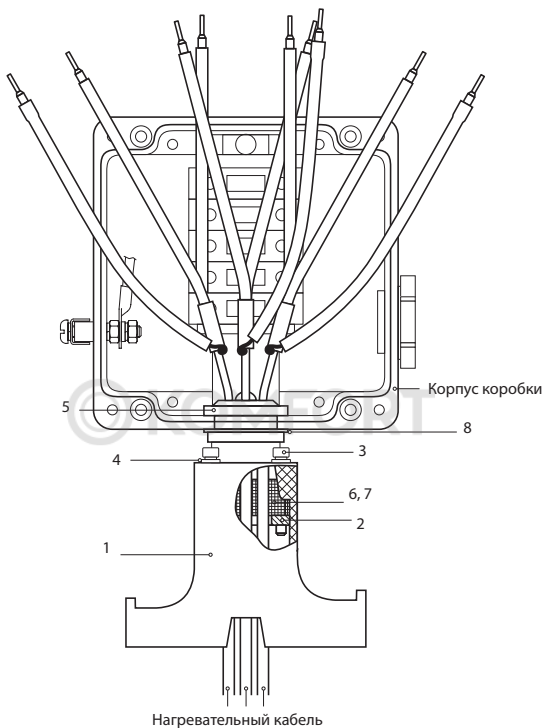

Рис. 1.
**Шаг 2.** Сверху на нагревательные кабели, собранные вместе, наденьте пластину УВК.0012 (поз. 2 на рис. 1) таким образом, чтобы скругленные края внутреннего отверстия пластины были обращены вниз.
**Шаг 3.** Поверх пластины наденьте уплотнение УВК.0015 (красный) (поз. 6 на рис. 1). Если в уплотнение вводится один или два нагревательных кабеля, свободные отверстия в уплотнении закройте заглушками УВК.0016 (красная) (позиция 7 на рис. 1).
**Шаг 4.** Наденьте на нагревательный кабель опору УВК.01.01 (поз. 1 на рис. 1).
**Шаг 6.** Вставьте в опору сверху четыре винта (размер под ключ 4 мм, поз. 3) с шайбами (поз. 4 и 9), как показано на рис. 1, и закрутите их в пластину. Винты закручиваются с помощью ключа-шестигранника.
**Шаг 8.** После того, как на нагревательный кабель будут установлены комплекты заделок, сверху на опору наденьте кольцо прямоугольного сечения (поз. 8 на рис. 1).
**Шаг 10.** Зафиксируйте корпус коробки на опоре с помощью гайки ДЭСТУ.0002 (поз. 5 на рис. 1). Гайка закручивается с помощью ключа для круглых шлицевых гаек под внешний диаметр гайки от 45 мм до 52 мм.